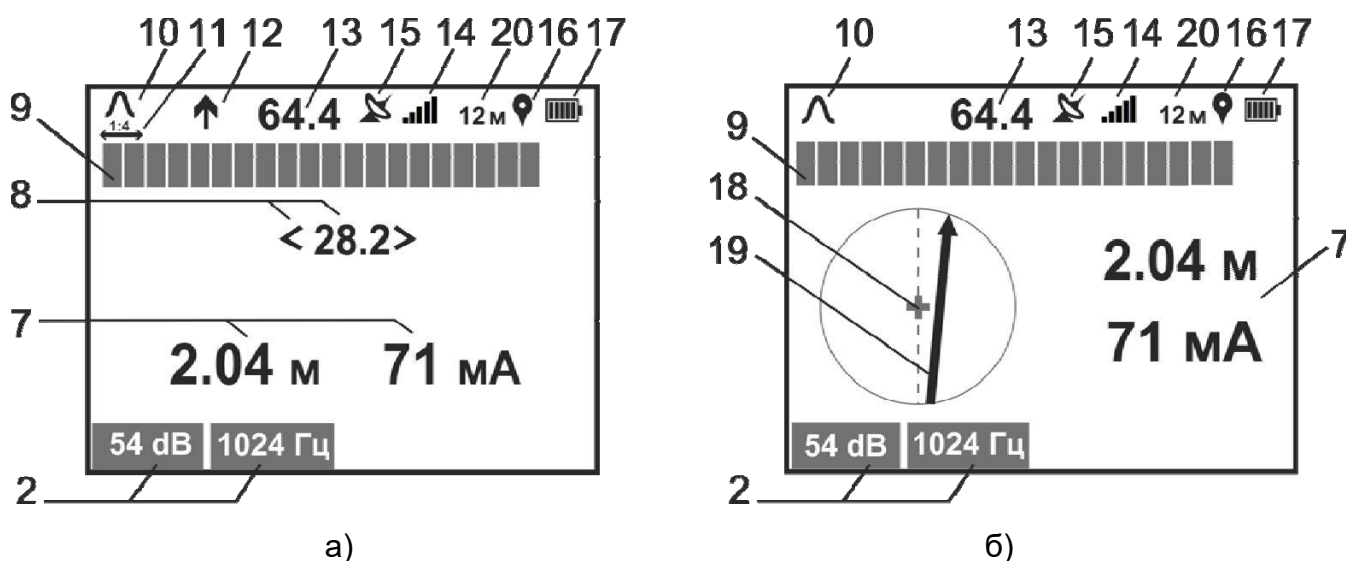

Рисунок 3.2 – Индикация приемника в режиме «ТРАССА»
- «ТРАССА» – для поиска коммуникаций с одновременным определением глубины её залегания, величины протекающего по ней тока рабочей частоты (рисунок 3.2.а). Дополнительно при включенной функции «КОМПАС», отображается положение и направление коммуникации относительно приемника (рисунок 3.2.б).
*Примечание. Индикация значения уровня входного сигнала в «дБ» при поиске по «максимуму» и «минимуму» (соответственно поз. 13 и 8 на рис. 3.2) при перегрузке соответствующих им входных каналов меняет свой цвет на красный*
При включенной опции «растяжка шкалы «максимум» 1:4» цена деления уменьшается в четыре раза, тем самым увеличивая разрешающую способность шкалы. При этом на экране отображается символ «» (поз. 11 на рис. 3.2), под шкалой «максимум» появляется желтая полоса, указывающая положение окна растяжки относительно исходной (нерастянутой) шкалы.
Коммуникация схематически отображается в виде линии – указателя положения коммуникации (поз. 19 рис. 3.2 и 3.3). Одновременно с этим в режиме «ТРАССА» на индикаторе отображаются шкала «максимум» и уровень входного сигнала, в режиме «ТРАССА-ДАТЧИК» отображаются шкала и уровень входного сигнала по входу «ДАТЧИК», а также его относительная полярность.
По мере продвижения по трассе ориентируйте приемник относительно коммуникации таким образом, чтобы на экране указатель положения коммуникации (поз. 19 рис. 3.2) совпадал с осью приемника (поз. 18 рис. 3.2).